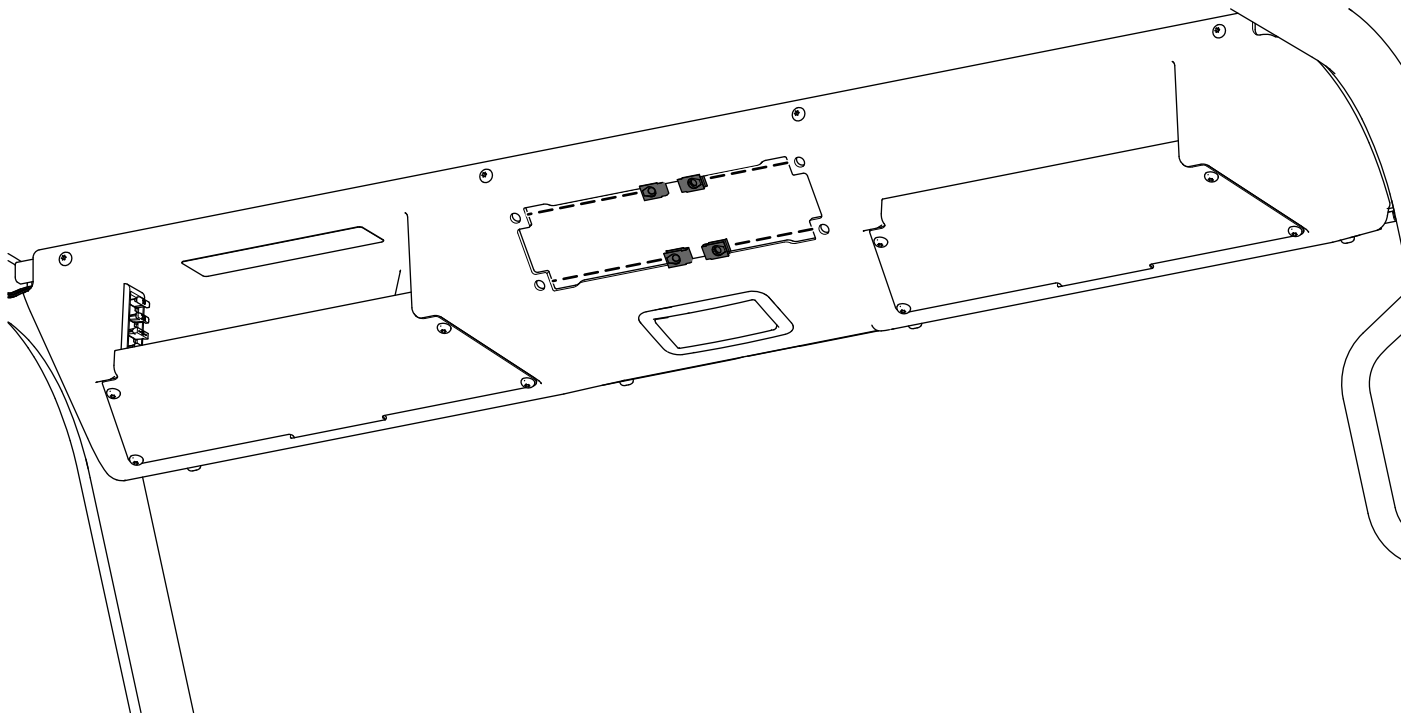

Рисунок 8
5. Установите 4 гайки из листового металла на потолочную консоль (Рисунок 8).